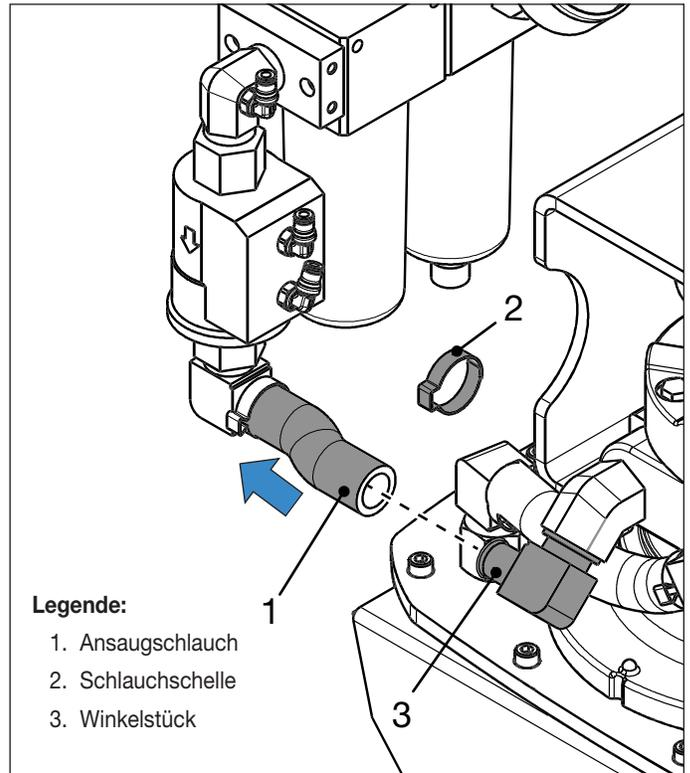

Abbildung 15: Ansaugschlauch des Druckluftmotors
6. Entfernen Sie die Schlauchschelle und den Ansaugschlauch vom Winkelstück am Ansaugstutzen des Druckluftmotors. Siehe Abbildung 15.
20. Setzen Sie die Luft-Wartungseinheit in den Schutzrahmen ein. Bringen Sie den Ansaugschlauch am Winkelstück vom Ansaugstutzen des Druckluftmotors an. Befestigen Sie diesen mit einer neuen Schlauchschelle. Siehe Abbildung 15.